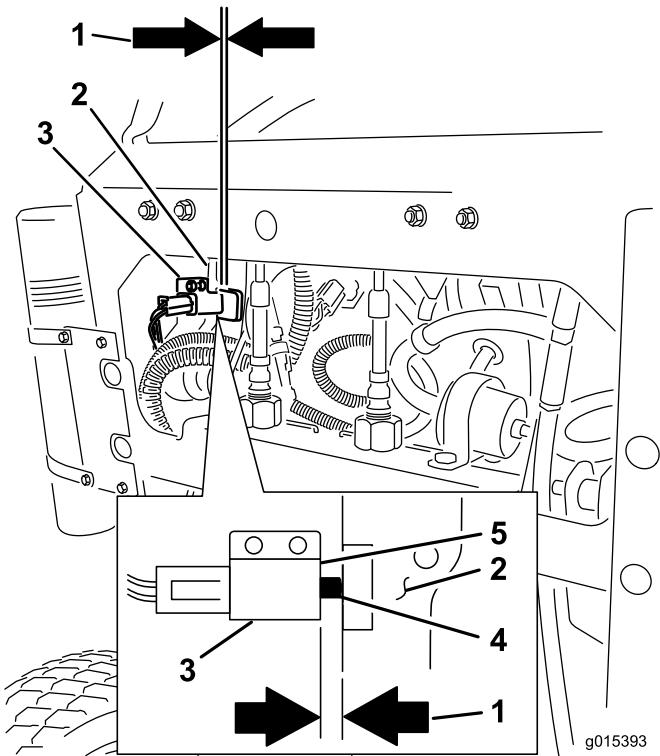

Figura 65
11. Después de ajustar el freno, compruebe el interruptor de la palanca (Figura 65).
12. Compruebe la distancia entre la palanca de freno y la cara del interruptor, según se muestra en Figura 65.